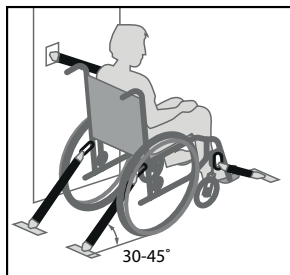

Figura 1. Assicurare la sedia
- Per determinare se la Sedia a rotelle presenta l'opzione WC-19 Transit Down o l'opzione di trasporto, consultate la figura 1 (pagina 7).
Vedere figura 1.